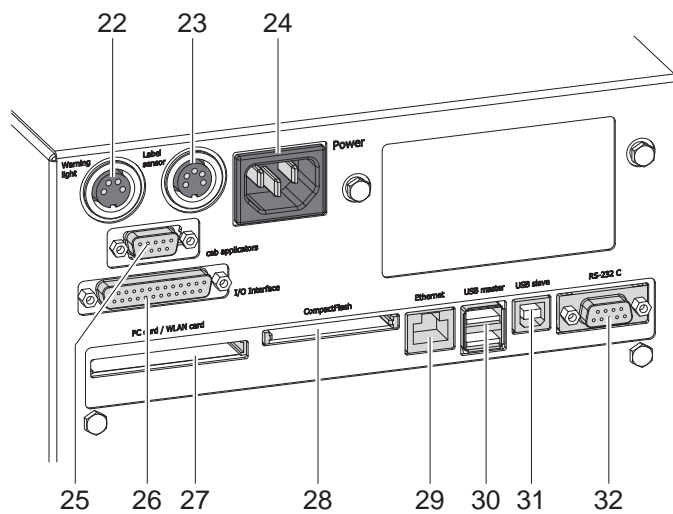

Figure 4 Connexions - Modèle avec interface E/S cab
Les interfaces et connexions disponibles sont décrites sur les figures 4 et 5.
2. Insérer le câble dans la prise d'alimentation secteur (24 / figure 4/5).
Le panneau de commande est également composé d'un port USB maître (1), ayant la même fonction que les ports USB (30 / figure 4/5) à l'arrière du module d'impression, ainsi que d'un emplacement pour une carte mémoire Compact Flash (2). Le port USB (1) et l'emplacement (2) sont recouvert d'un capuchon lors de la livraison.
Une carte mémoire CF présente dans le panneau de commande doit être paramétrée comme "Ext. Compact-Flash (CFEXT)", alors qu'une carte mémoire dans l'emplacement (28 / figure 4/5) à l'arrière du module d'impression comme "CompactFlash (CF)".